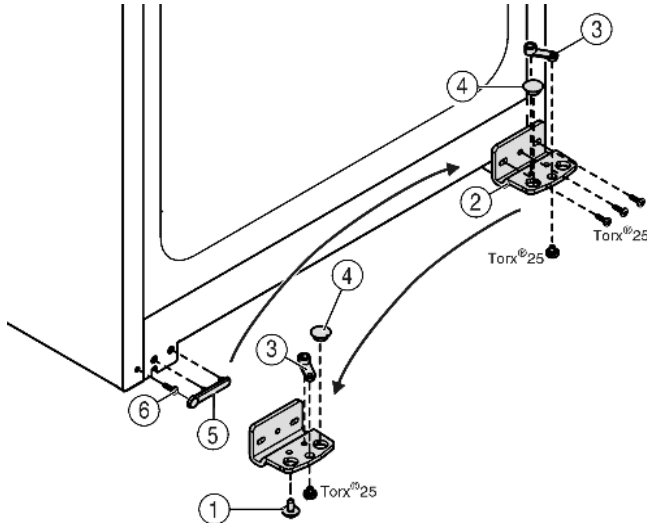

Fig. 5
- ▶ Lagerbock Fig. 5 (2) abschrauben.
- ▶ Lagerteil Fig. 5 (3) abschrauben und in das gegenüberliegende Aufnahmeloch des Lagerbocks einsetzen, wieder festschrauben.
- ▶ Stopfen Fig. 5 (4) aus dem Lagerbock herausnehmen und in das gegenüberliegende Aufnahmeloch des Lagerbocks einsetzen.
- ▶ Griffseitige Abdeckung Fig. 5 (5) vorsichtig abheben.
- ▶ Schraube Fig. 5 (6) herausdrehen und auf der Gegenseite wieder einsetzen.
- ▶ Abdeckung Fig. 5 (5) wieder aufsetzen.
- ▶ Lagerbock Fig. 5 (2) auf der neuen Scharnierseite **fest (mit 4 Nm)** ggf. mit Hilfe eines Akkuschaubers wieder festschrauben.